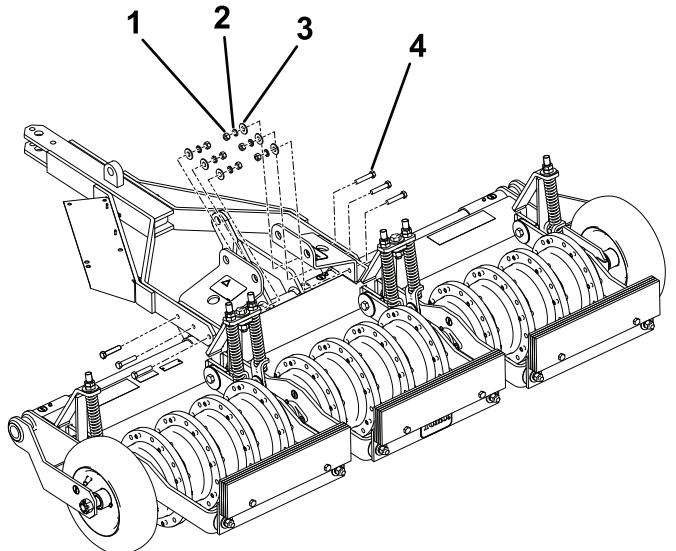

Figura 6
4. Sujete la barra de tracción y los soportes con las fijaciones, como se muestra en Figura 6, y apriete las tuercas a 54 – 74 N·m.